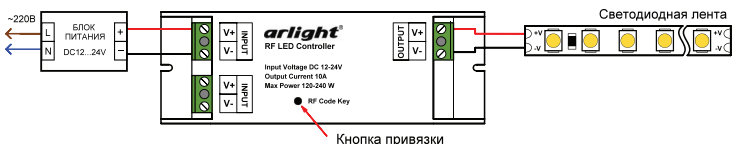

Рис.1. Схема подключения диммера.
- 3.3. Подключите светодиодную ленту или другой светодиодный источник света к выходу **OUTPUT** диммера (рис.1). Соблюдайте полярность подключения.